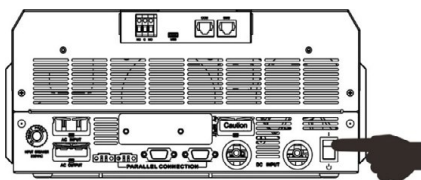

Figura II.14
3. Accendere l'inverter (Figura II.14).